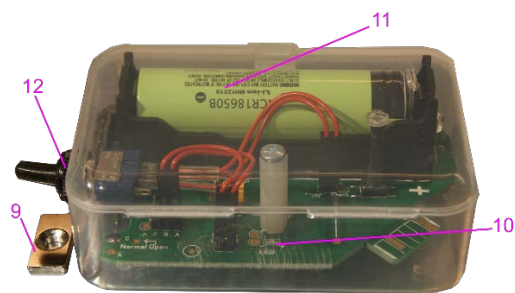

Рисунок 2
Наверху ловушки установлен сигнализатор электронный световой (8). Сигнализатор (рисунок 2) работает совместно с установленным на передней дверце магнитом (9). При срабатывании ловушки (дверца захлопнулась) на включенном сигнализаторе начинает